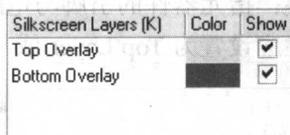

图 1-7 丝印层
(3) 丝印层：主要用来在印刷电路板上印上元器件的流水号、生产编号和公司名称等，如图 1-7 所示。